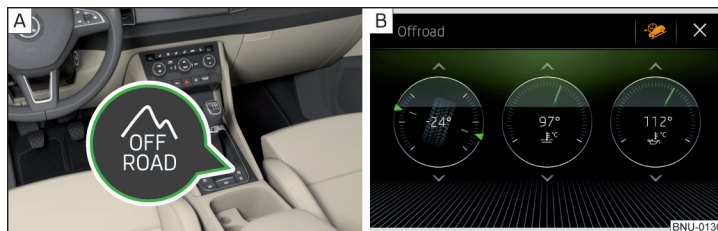

Fig. 259 Tecla Offroad / Pantalla del Infotainment: Visualización en la activación
► Para **activar/desactivar**, presionar la tecla  » **fig. 259** - [A].
En la **activación ilumina** en el cuadro de instrumentos combinado el testigo de control del modo Offroad  y el asistente de marcha en pendientes . En la pantalla del Infotainment se realiza la iluminación de la visualización del modo Offroad » **fig. 259** - [B].